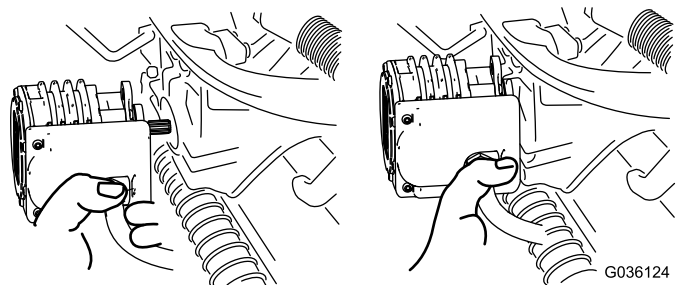

図 65
5. 外したモータは、サスペンションアームの前部にある一時保管位置にセットしておく(図 65)。